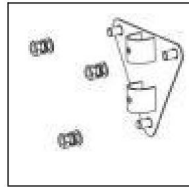
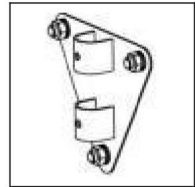

Abb. 3.
Abb.4.
- 3). Montieren Sie das Wandpaneel (2) an der Wand und ziehen Sie die Mutter (3) fest. Sie können Sie müssen einen kleinen Schraubenschlüssel verwenden. Siehe (Abb.3.)(Abb.4.)